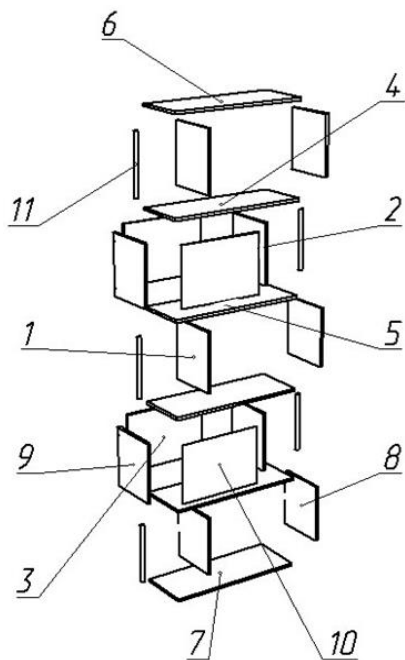

Рис.1 Схема сборки
3. К собранной конструкции присоединить стойку №9 и №2 (см. рис. 1) с помощью евровинтов – А;